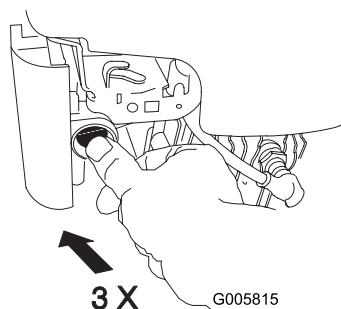

Figure 15
1. Appuyez fermement à 3 reprises sur l'amorceur avec le pouce en marquant une pause d'une seconde à chaque fois (Figure 15).